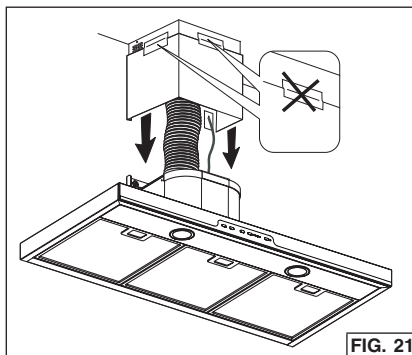

FIG. 21
10. Enlevez le ruban des conduits décoratifs et abaissez-le en place sur le hotte. Fig. 21.